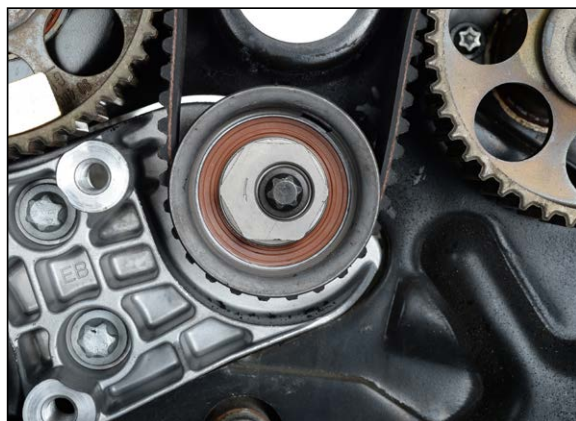
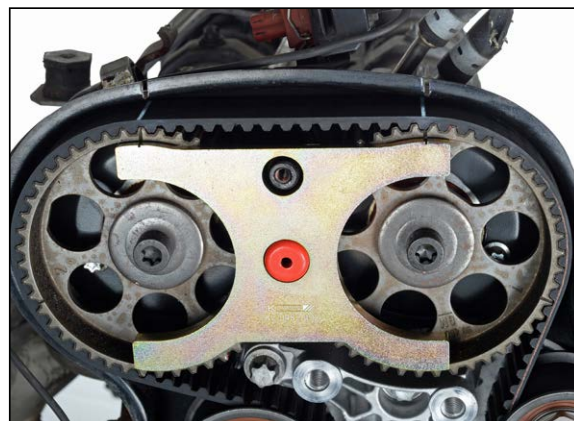

fig. 21
fig. 22
11. Rotiți excentricul rolei de ghidare de jos cu un întinzător OE (MKM-6038) sau cu un clește de pompă de apă în sens invers acelor de ceasornic (fig. 21), până când vârful excentricului ajunge cca. în poziția orei 9 și marcajele pinioanelor arborelui cu came și ale calibrului-etalon OE (KM-800-20) sunt aliniate (fig. 22). Strângeți rola de ghidare de sus cu 40 Nm.
16. Se atașează calibrul-etalon OE (KM-800-20) și se montează arborele cu came „1” și „2”. Marcajele pinioanelor arborelui cu came și ale calibrului-etalon OE (KM-800-20) se aliniază (fig. 22). În cazul în care marcajele nu se potrivesc, reglați din nou așa cum este descris la punctul 11.